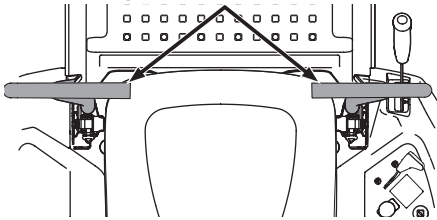

Figura 20
1. El operador debe estar sentado en el asiento del tractor con las palancas de control de la transmisión de barras de seguridad completamente hacia afuera en la posición de estacionamiento. Consulte la Figura 20. Consulte la sección Practique el modo de operación con el tractor para obtener más instrucciones.